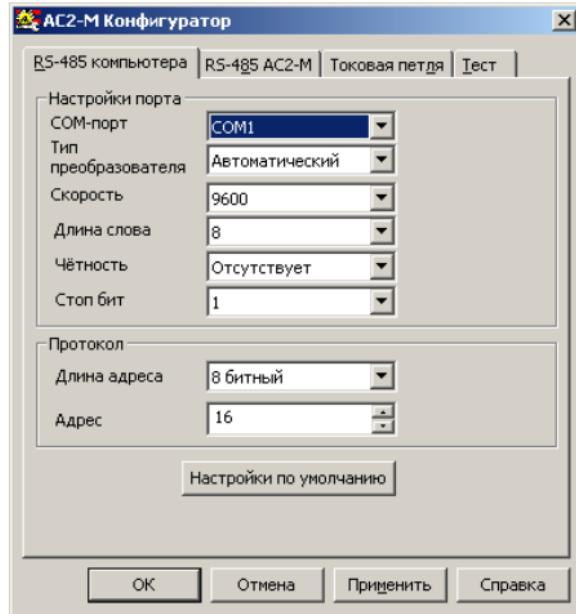

Рисунок 9.1 – Конфигуратор AC2-M.
9.4 При запуске программы «Конфигуратор АС2-М» открывается рабочее окно (рис. 9.1), содержащее четыре вкладки: «RS-485 компьютера», «RS-485 АС2-М», «Токовая петля» и «Тест».
9.5 Вкладка «RS-485 компьютера» (рисунок 9.1) служит для задания значений сетевых параметров программы. С этими сетевыми параметрами программа «Конфигуратор» устанавливает связь с АС2-М